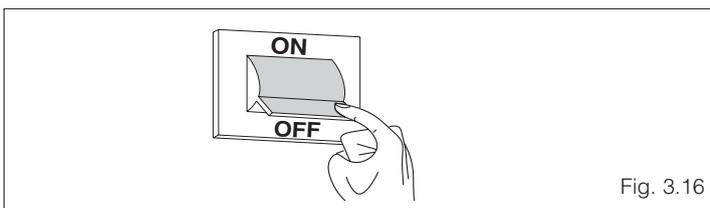

Fig. 3.16
- Prima di iniziare lo svuotamento dell'impianto togliere l'alimentazione elettrica alla caldaia posizionando l'interruttore generale dell'impianto e quello del pannello di comando su "spento" (fig. 3.16)